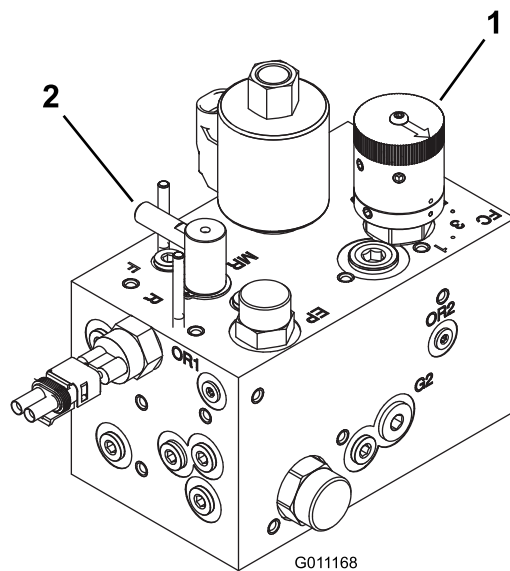

Рисунок 47
3. Поверните ручку регулятора частоты вращения барабана (Рисунок 47) на определенный при выполнении пункта номер 1.